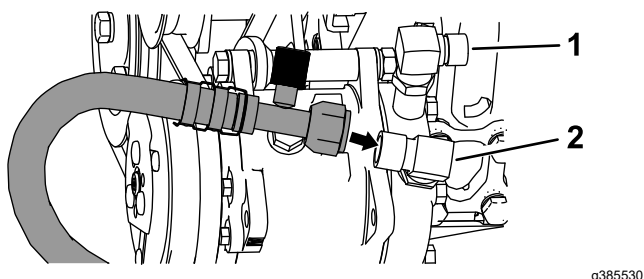
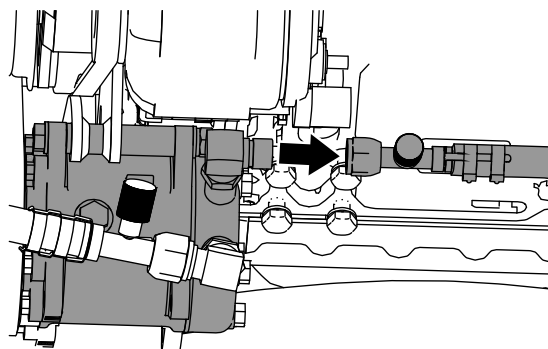

Figura 40
Figura 41
Nota: Certifique-se de que os encaixes são instalados nos ângulos que se mostram em Figura 40 e Figura 41.
1. Ligue o tubo de baixa pressão do ar condicionado (7/8 pol.) da cabina à união de ângulo reto (7/8 pol.) como se mostra na Figura 40.
3. Ligue o tubo de alta pressão do ar condicionado (3/4 pol.) da cabina à união de ângulo reto (3/4 pol.) como se mostra na Figura 41.